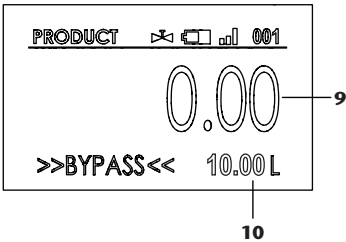

Fig. 13
En dicho modo, es posible disponer de un contador parcial (Fig. 13), para facilitar la ejecución de transacciones individuales. Para ello, mantenga pulsado el botón de encendido hasta que la cantidad mostrada en pantalla cambie a cero (9). El volumen dispensado a partir de dicho momento se irá incrementado desde cero (contador parcial). El contador total pasará a mostrarse en la esquina inferior derecha (10), junto con la unidad de medida.